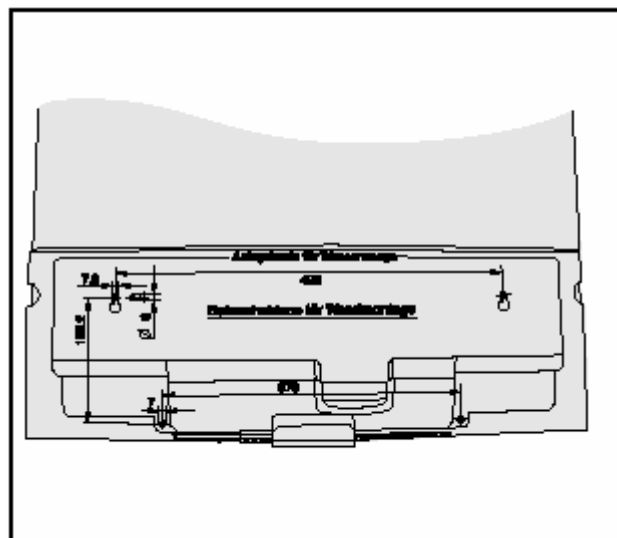

Рис. 1 Шаблон для сверления
- Отделить шаблон для сверления с верхней части коробки прибора регулирования (рис. 1).